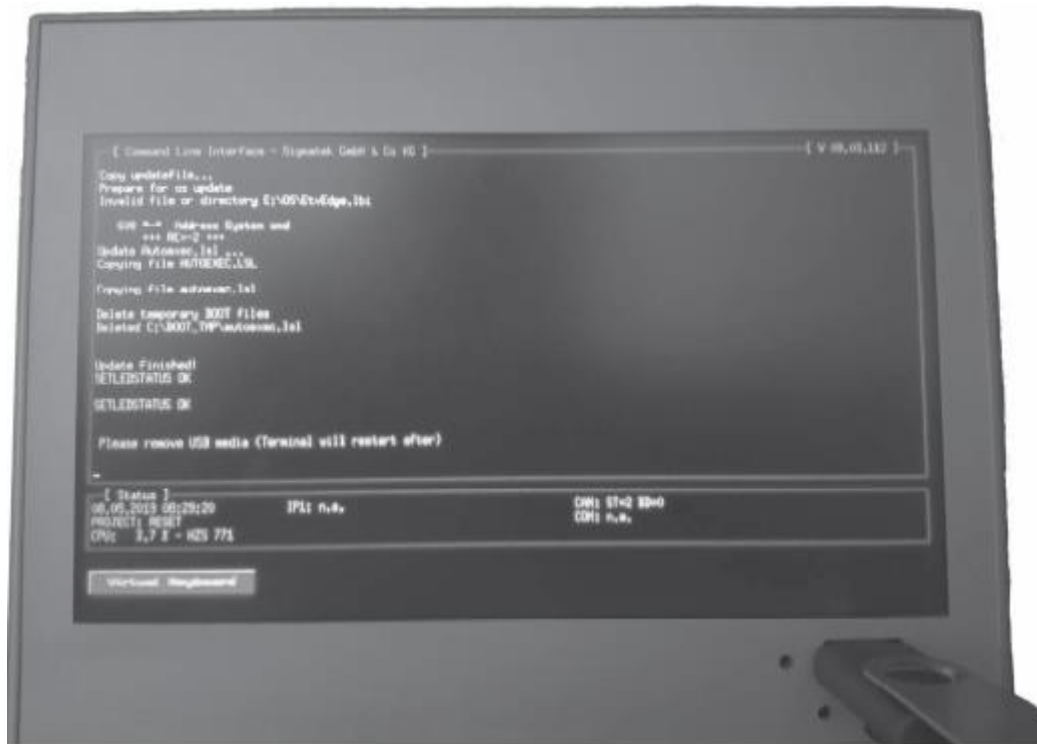

Fig. 44 Noua actualizare a softului
- Dupa ce terminati instalarea se va afisa scris "Va rugam sa scoateti memory stick-ul USB (Terminalul va porni dupa aceea) " (Fig. 44)